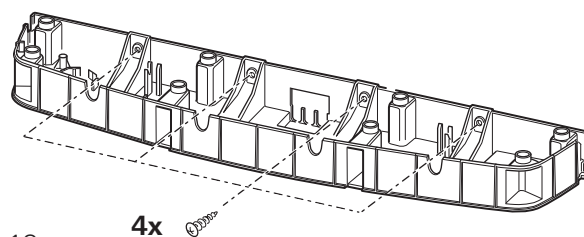

Fig. 18
- **S 5004** : fixer le support sur le cadre de la niche à l'aide de 4 vis de 3,5 x 16 mm (Fig. 18).